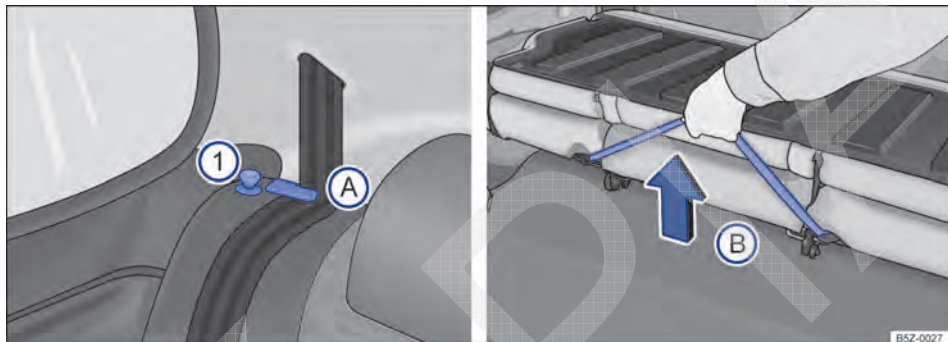

Fig. 74 Banco traseiro: pinos de destravamento ①; posicionador para os caderços dos cintos A; alça para destravamento do conjunto do assoalho B.
- Posicionar os caderços dos cintos de segurança nos seus respectivos posicionadores ⇒ Fig. 74 A.
- Levantar o pino ⇒ Fig. 74 ① de destravamento em ambos os lados para cima e, ao mesmo tempo, rebater o encosto do banco traseiro para frente.
- Puxar a alça ⇒ Fig. 74 B para destravar o conjunto do assoalho e, ao mesmo tempo, levante-o **cuidadosamente** na direção dos bancos dianteiros.
- Segurar o banco traseiro pela alça ⇒ Fig. 74 B e, soltar de uma altura de 15 cm.
- Retirar os cadarços do cinto de segurança do posicionadores ⇒ Fig. 74 A. Para veículos com cintos de três pontos fixos, recolocar as linguetas nos respectivos fechos.